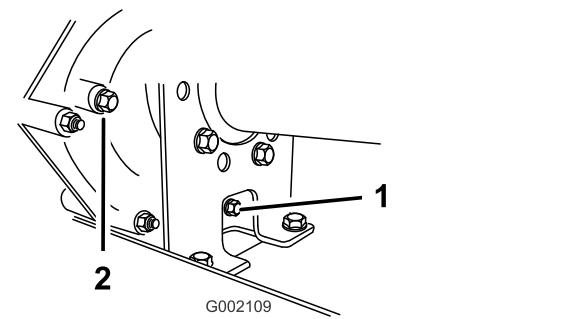

Figura 57
2. Limpe a área em torno dos tampões de enchimento e escoamento com um trapo (Figura 57).
4. Retire o tampão de enchimento rodando-o para a esquerda (Figura 57).
5. Retire o tampão de escoamento rodando-o para a esquerda (Figura 57).
6. Coloque e aperte o tampão de escoamento e a junta no orifício do tampão de escoamento da transmissão (Figura 57).
ou até o nível de óleo na transmissão estar alinhado com a parte inferior das estrias (Figura 57).